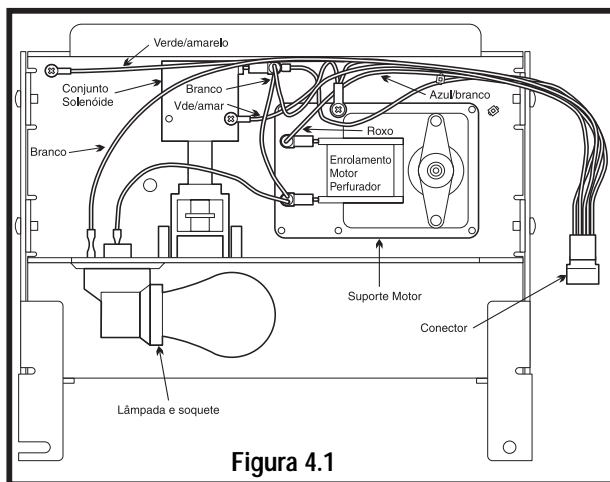

Figura 4.1
5. Retire o parafuso que fixa o fio terra verde no motor na parte traseira da cobertura do motor (veja figura 4.1).
6. Desconecte os dois terminais (roxo e branco) fixados nos enrolamentos do motor (veja figura 4.1).
6. Retire o parafuso que fixa o fio terra verde no motor na parte traseira da cobertura do motor (veja figura 4.1).
7. Desconecte os dois terminais (azul com listas brancas e branco) fixados no solenóide (veja figura 4.1).